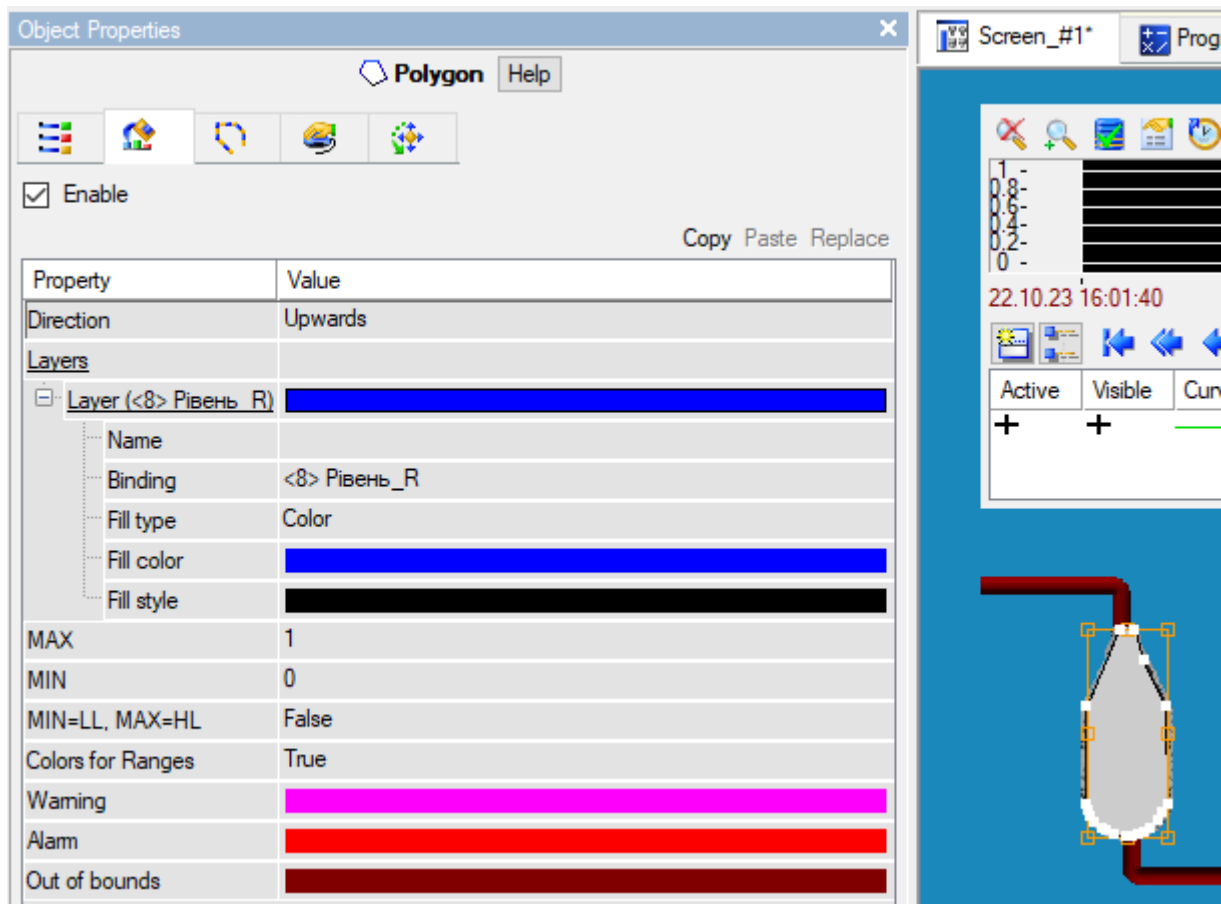

Рисунок 12 – Налаштування зміни кольору динамічного заливання
1.8 Налаштувати кольори заливання ємності. Відкрити вікно властивостей ГЕ **Багатокутник** (елемент зображення в середині ємності, що забезпечує динамічне заливання). Для отримання залежності кольору заливання від стану контрольованого процесу зробити налаштування, як показано на рис. 12. Зокрема, здійснити прив'язку до аргументу **Рівень**, встановити для **Fill type** (Тип заливання) значення **Color** (Колір), а для **Colors for Ranges** (Кольори для діапазонів) значення **True**, задати бажані кольори заливання діапазонів.